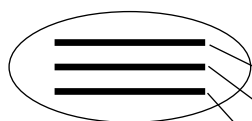

Рис. 8: Последовательность установки уплотнений для насосов DN 32
- 2) Установите насос, затем уплотнения с 2-х сторон насоса (Для насосов DN 32 следите за правильной установкой уплотнительного комплекта: уплотнение – промежуточная пластина – уплотнение, рис. 8 на стр. 22). Соблюдайте направление движения теплоносителя при установке насоса (см. стрелку на корпусе насоса).